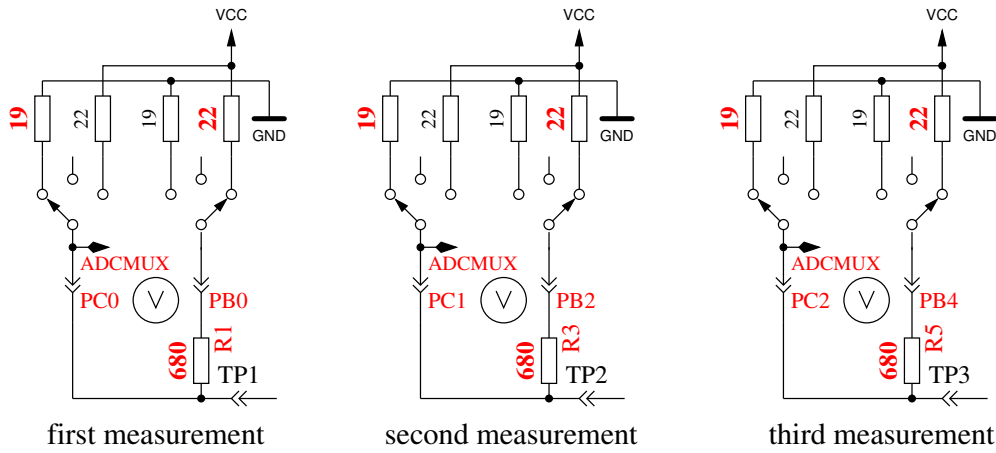

Abbildung 5.66. Messung des Innenwiderstandes von auf GND geschalteten Port-C-Ausgängen.
5. Dieser Schritt testet die **Fähigkeit von mit GND (-) verbundenen $470k\Omega$ -Widerständen (H) die Testpins auf GND zu ziehen**. Zeile 1 zeigt den Text „RH-“. Zeile 2 sollte für alle drei Pinne Null mV anzeigen.
6. Dieser Schritt testet die **Fähigkeit von mit VCC (+) verbundenen $470k\Omega$ -Widerständen (H) die Testpins auf VCC zu ziehen**. Zeile 1 zeigt den Text „RH+“. Der bestmögliche mV Wert für die drei Messungen wäre 0 in Zeile 2, da die Diffenz zu VCC dargestellt wird. Große Abweichungen vom Idealwert für Schritt 5 und 6 sind Fehler wie Isolations-Problem, Flussmittelreste oder beschädigter Port.
8. **Messung des Innenwiderstandes eines auf GND geschalteten Ausgangs.** Dieser und die folgenden Schritte werden nur bei gewählter AUTO_CAL-Option durchgeführt. Die internen Port-C-Widerstände von auf GND (-) geschalteten Ausgängen werden mit dem Strom der nach VCC (+) geschalteten 680Ω Widerstände gemessen, siehe Abbildung 5.66. Es werden nur die drei Pins des ADC-Ports vermessen, die Widerstands-Ports PB0, PB2 und PB4 können nicht ohne Veränderung der Hardware gemessen werden. Es wird angenommen, dass die Portwiderstände von unterschiedlichen Ports nahezu identisch sind. Der Widerstandswert wird im nächsten Schritt mit ausgegeben.